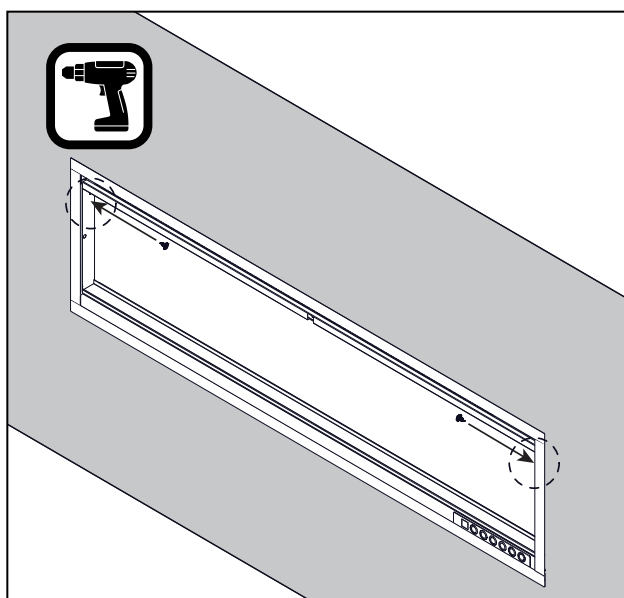

Fig 7
ÉTAPE 4 : Fixez l'unité aux montants de charpente. (**Fig 7**).